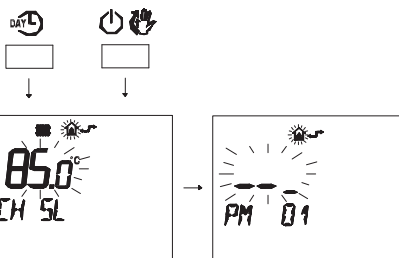

Рисунок 5.32
- Нажмите одновременно кнопки  и , чтобы войти в поле ввода настроек (Рисунок 5.32).